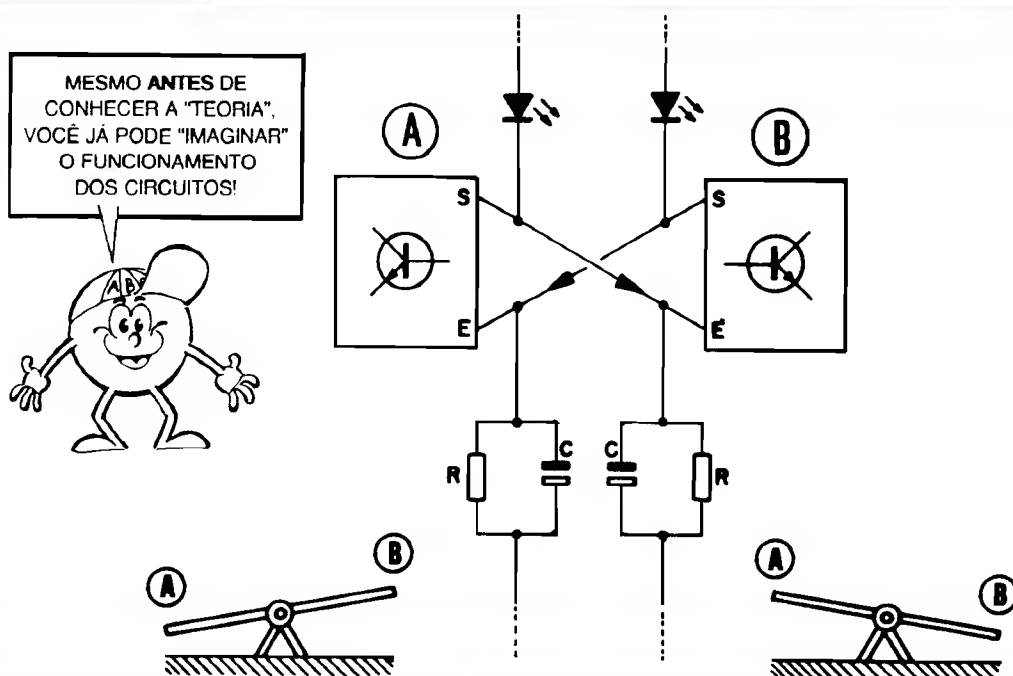

Fig. 5
- FIG. 5 - Basicamente o circuito pode ser dividido em duas "metades" rigorosamente iguais e simétricas (ver fig. 1 também.)., cada uma contendo um transistor, um LED, um resistor e um capacitor eletrolítico. Cada um desses dois
blocos (A e B, na fig. 5) é, tecnicamente, um pequeno amplificador transistorizado, dotado de uma **entrada (E)** e uma **saída (S)**. Cada saída aciona um LED. As entradas têm suas condições elétricas dimensionadas pelos resistores e capacitores, no que se convencionou chamar de "rede RC de temporização". Outro fator interessante (fig. 5) é que os dois amplificadores apresentam-se em ligação "cruzada" (a **Entrada** de um ligada a **Saída** do outro e vice-versa...), estabelecendo o que chamamos de **realimentação** (objeto de estudos futuros no nosso "Curso"...). Esse arranjo recebe o nome técnico de MULTIVIBRADOR ASTÁVEL, ou FLIP-FLOP e simula, eletricamente, o funcionamento de uma gangorra! Isso mesmo: uma vez aplicada energia ao circuito, ele **oscila** ("A" sobe, "B" desce, "A" desce, "B" sobe, e assim indefinidamente...) num ritmo próprio e constante. Na gangorra, a energia é fornecida pelos impulsos dados pelas pernas dos "gangorristas", no circuito é o conjunto de pilhas que fornece a energia. Na gangorra, a velocidade do "sobe-desce" é determinada pelo ritmo com o que os "gangorristas" brincam (e é função também do comprimento